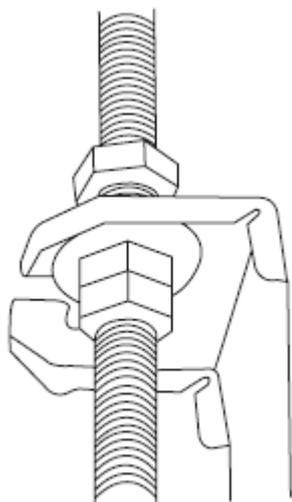

Fig.4.5
5. Monta l'unità interna. Serviranno due persone per sollevarlo e fissarlo. Inserisci i bulloni di sospensione nei fori d'attacco dell'unità. Fissali usando le guarnizioni e i dadi forniti (Vedi Fig. 4.5).